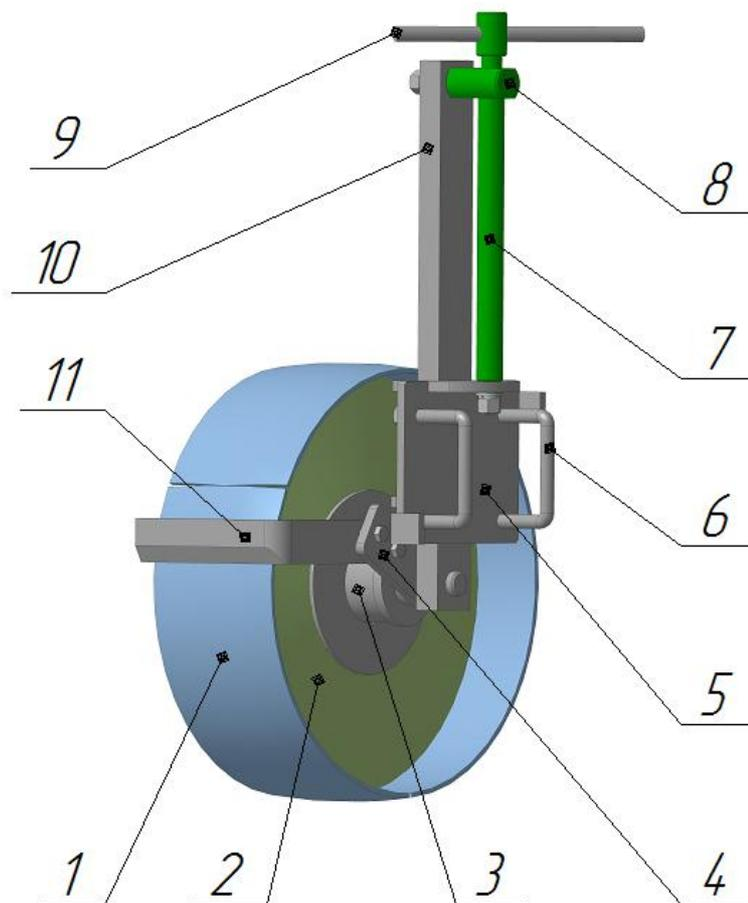

Рисунок 4 – Колесо в сборе с механизмом регулировки
Механизм регулировки служит для установки и регулировки глубины пахоты, состоит из площадки (5), к которой крепится винт (7) с рукояткой (9) и фиксируется стойка (10) колеса. Винт со стойкой взаимосвязан гайкой (8). Регулировка и установка глубины пахоты производится вращением винта (7) при помощи рукоятки (9), после чего стойка колеса фиксируется во вставке площадки болтом с контргайкой (см. Рис. 4а).
Рисунок 4а – Принцип фиксации стойки колеса в площадке